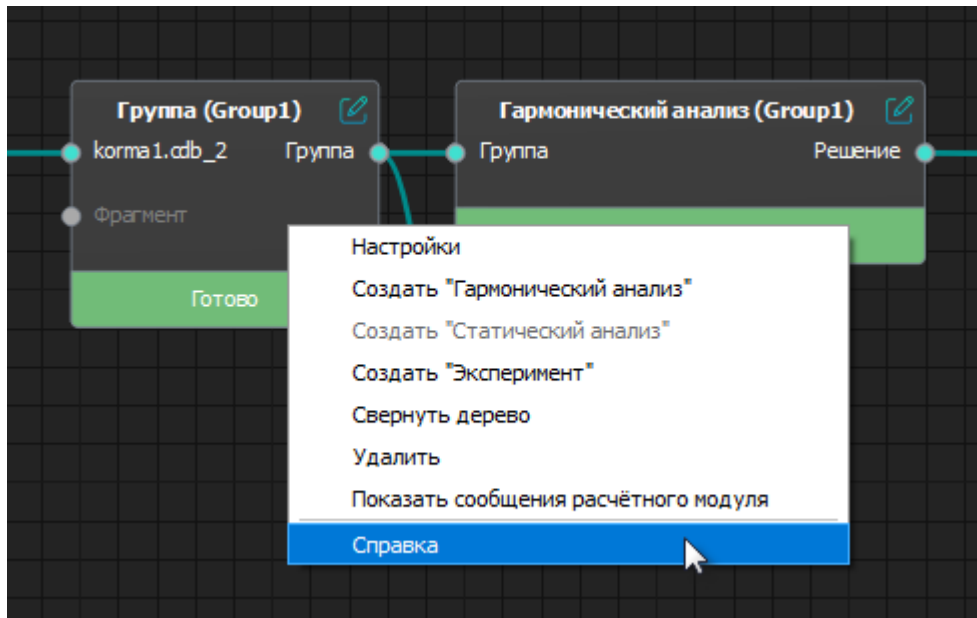

Рисунок 60 – Команда «Справка» в контекстном меню карточки «Группа»
- из контекстного меню каждой карточки (Рисунок 60).